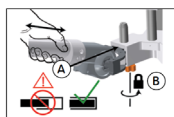

図 S2
- 4S ヒップディストラクターのディストラクターマストをテーブルエクステンション（施術側）に取り付け、確実に挿入されていることを確認する（図 S2-A）。テーブルエクステンションのマストホルダーノブを締める（図 S2-B）。